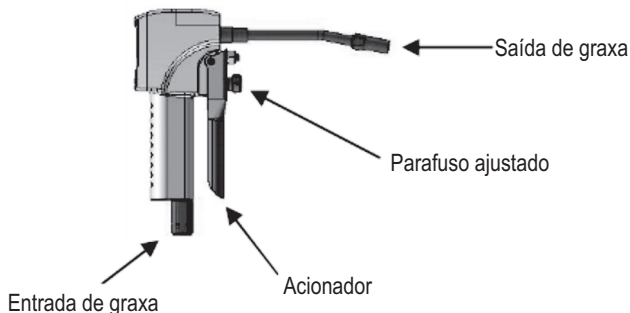

Figura 2: Válvula de controle de graxa
3.6 O ajuste da taxa de fluxo: Girar a porca 3 mostrada na figura 2 para fora, aumenta o fluxo livre; girar a porca 3 mostrada na figura 2 para dentro diminui o fluxo livre até que não haja mais saída.